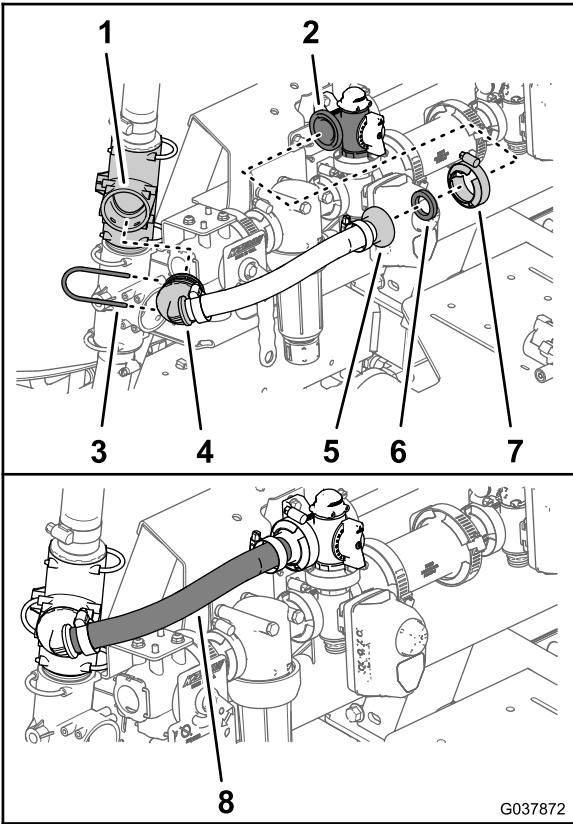

图69
2. 使用在 拆下搅拌旁通和打药车供水软管 \(页码 14\) 的步骤 2 中卸下的卡环将搅拌旁通软管的 90° 宝塔接头安装到上 T 形接头上 图69。
3. 用法兰夹具 4064mm 将搅拌旁通软管的宝塔凸缘接头和垫片 $25 \times 35\text{mm}$ 固定到搅拌旁通阀的法兰上图69。